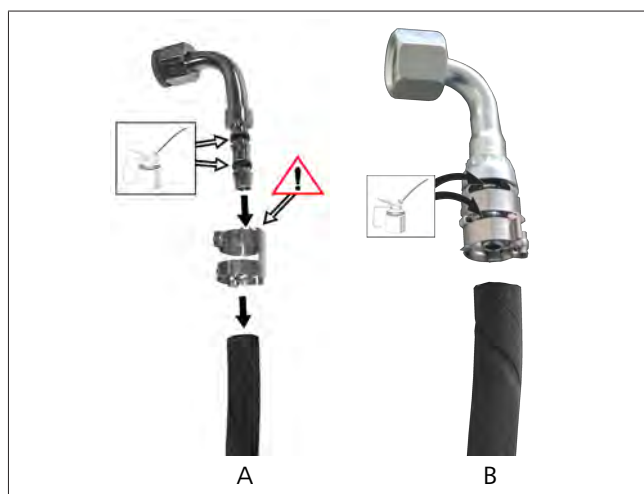

Abb. 20 Fittings schmieren
- Fitting mit separaten Klemmschellen: siehe Abb. 20, Teil A.
- Fitting mit einer festen Klemmschelle: siehe Abb. 20, Teil B.